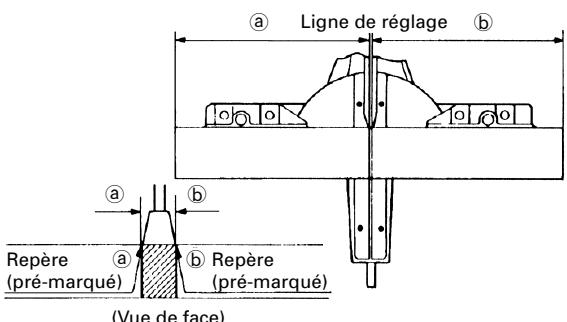

Fig. 26
- (1) Comme indiqué à la Fig. 26, la largeur de la lame est la largeur de coupe. En conséquence, glisser la pièce vers la droite (vue de la position de l'opérateur) pour obtenir la longueur (b), et sur la gauche pour obtenir la longueur (a). Si le marqueur laser est utilisé, aligner la ligne laser sur le côté gauche de la lame de scie, puis aligner la ligne tracée à l'encre sur la ligne laser.
- (2) Quand la lame a atteint sa vitesse maximale, abaisser doucement la poignée jusqu'à ce que la lame approche de la pièce.
- (3) Quand la lame touche la pièce, appuyer progressivement sur la poignée pour couper la pièce.
- (4) Quand la pièce est coupée à la longueur voulue, mettre l'outil électrique hors tension et attendre que la lame soit complètement arrêtée avant de relever la poignée en position complètement rentrée.